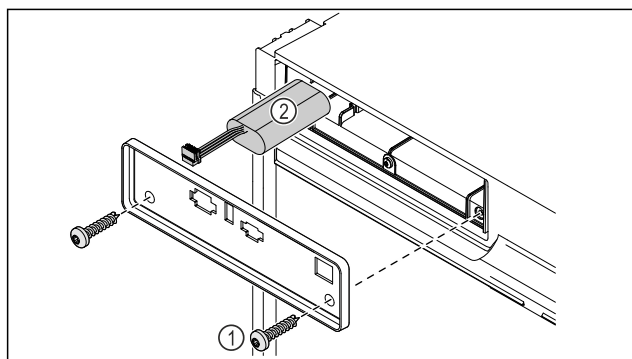

Fig. 189
- ▶ Skru skruerne ud, og fjern afdækningen fra enhedens bagside Fig. 189 (1).
- ▶ Frakobl batteriet, og tag det ud Fig. 189 (2).